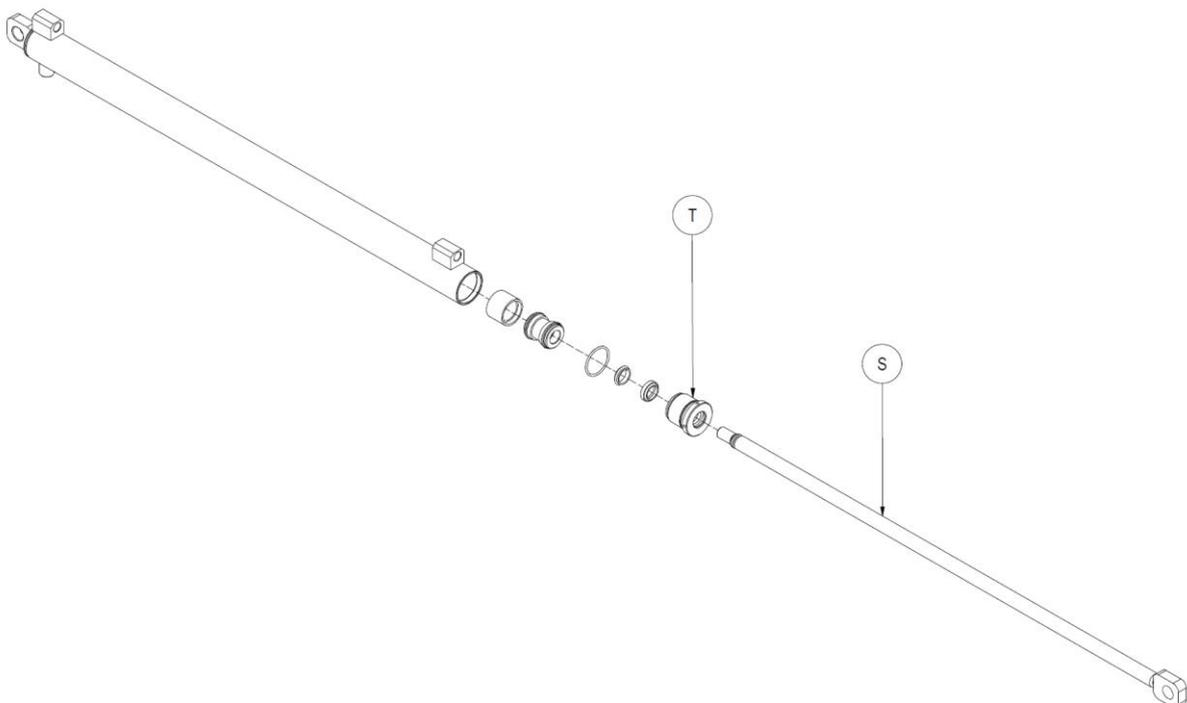

Figure 34
8. Se référer à la *Figure 34*.